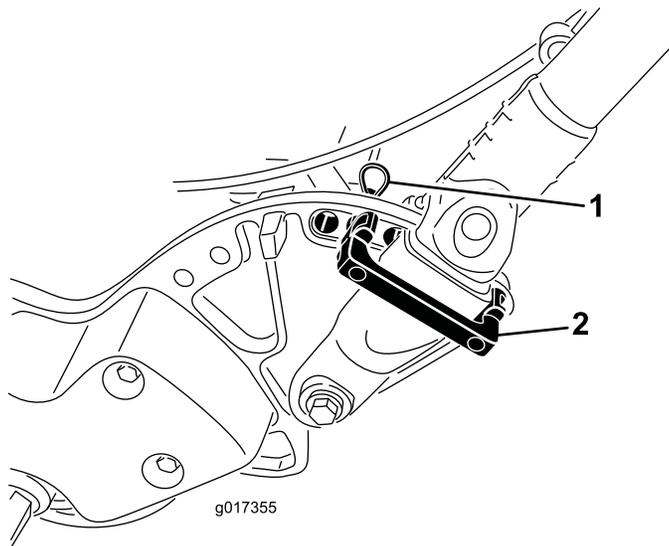

Figura 30
1. Retire as chavetas dos fixadores do manípulo em cada lado do cortador (Figura 30).
2. Enquanto segurar no manípulo, retire as chavetas de cada lado e rode o manípulo até o colocar na posição desejada para sua utilização (Figura 30).